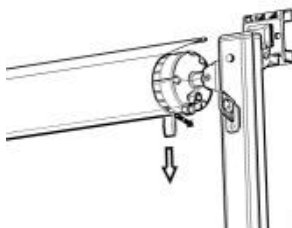

Figure E2
14. No se puede accionar la palanca de trinquete: Al accionar la palanca de trinquete, tire suavemente de la correa del tubo enrollable mientras mueve la palanca de trinquete. (Figura E2)